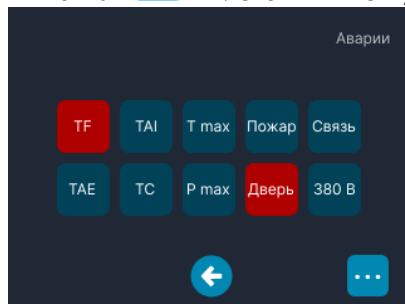

Рис. 8 – Экран «Аварии»
6.4.2 На экране «Аварии» (рис. 8) отображаются возможные аварийные события (см. таблицу 5).